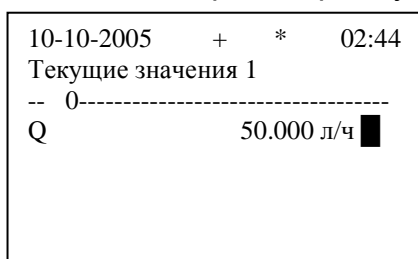

Рис. 12 – Индикация контрактного значения
Включение или выключение контрактных значений в том случае, если настройкой вычислителя предусмотрено их включение вручную, осуществляется следующим образом. Необходимо выбрать требуемый параметр, ответить «нет» на предложение изменить его значение, после чего контрактное значение будет включено (появится соответствующая индикация напротив данного параметра). Выключение осуществляется аналогично. После включения контрактного значения, вне зависимости от результатов измерения данного параметра, на экране ЖКИ в режиме «Текущие значения» будет индицироваться контрактное значение, а параметр будет помечен черным прямоугольником (рис. 12).
3.5.3.2.2 При *автоматическом* включении контрактных значений для любого из параметров вместо символов «*****» индицируется контрактное значение, а сам параметр отмечен черным прямоугольным маркером (как показано на рис. 12). НС не индицируется, индикатор НС не зажигается. Контрактные значения участвуют в дальнейшей обработке результатов измерений вместо измеренных значений.